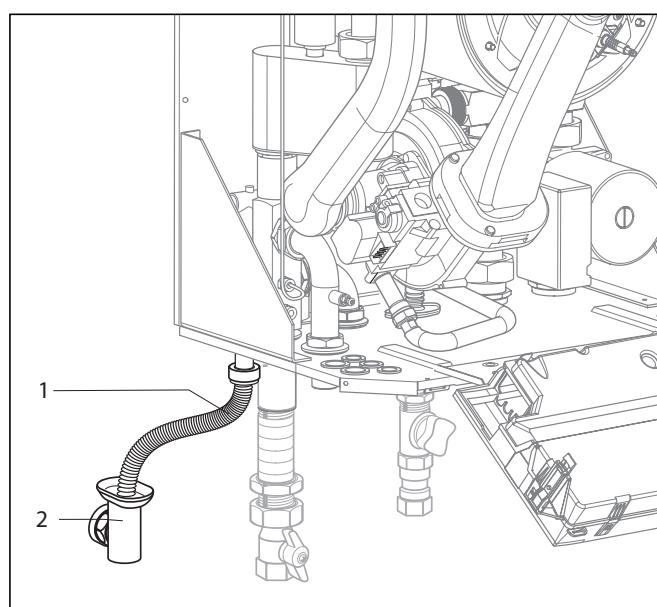

Fig. 4.8 Scurgerea apei din condens
- Detașați carcasa frontală a aparatului și rabatați pupitrul electronic (1) spre înainte.
- Declipsați capacul posterior (2) al pupitrului electronic din punctele (3) și rabatați în sus capacul (vezi fig. 4.8).
- Treceți conductorii de legătură ai fiecărei componente care urmează să fie conectată prin pasajele speciale pentru cabluri (4) din stânga, la partea inferioară a aparatului.